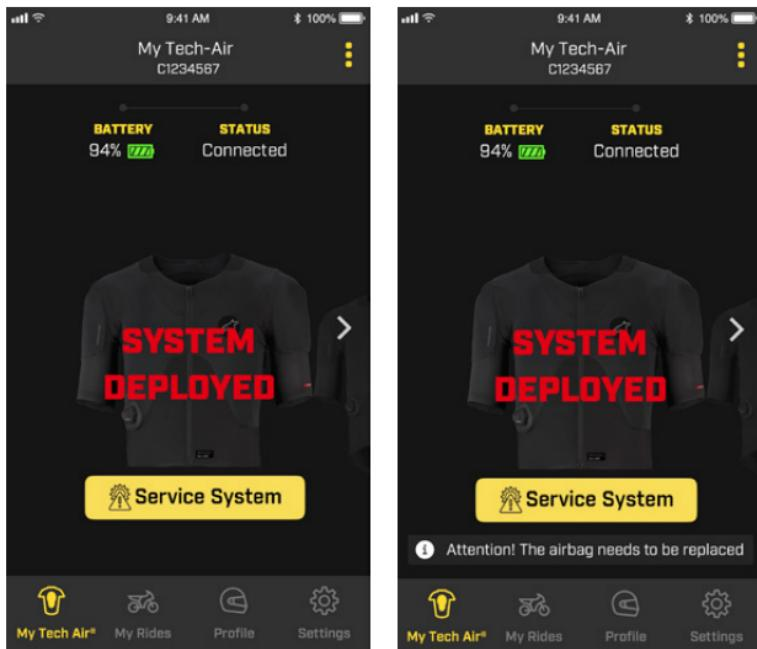

图 18：展开的 Tech-Air® 系统视图（左）和安全气囊 (11) 更换通知视图（右）。
如果系统展开且没有气体充气装置 (9) 可用，应用程序将通过显示“系统已展开”消息（如图 18 所示）通知用户此状态。